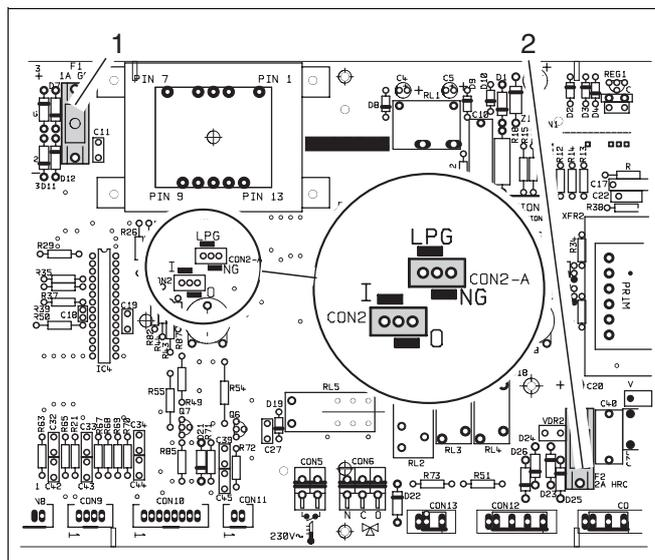

Fig. 22 Conversione del tipo di gas SIT - apparecchiatura
- Spostare il jumper (fig. 22):
Legenda alla fig. 22:
- Il jumper (fig. 22) resta in posizione "LPG".